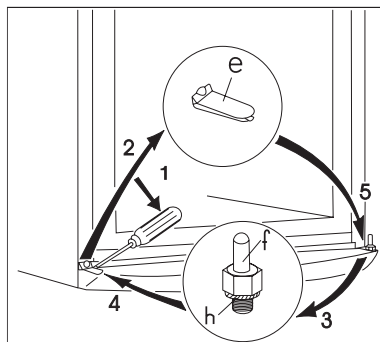

Fig. 5.
- Retirez les caches des deux portes (t, z) (Fig. 5).